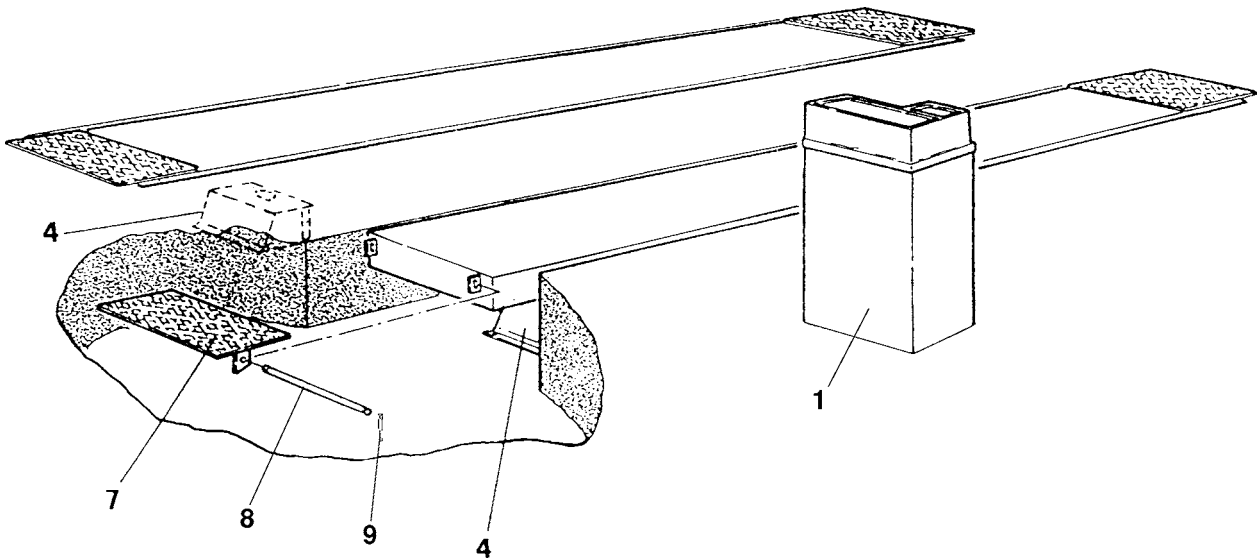

Fig.28
- Montare le semirampe bascolari (7) con i perni (8) ed i seeger (9).
- Montare gli arresti veicolo (10) con i perni (8) ed i seeger (9).
Per la versione ad incasso (fig. 28) montare n° 4 semirampe basculanti (7) con i perni (8) ed i seeger (9).
- Fit the swing half-ramps (7) with the pins (8) and the circlips (9).
- Fit the vehicle blocks (10) with the pins (8) and the circlips (9).
For the recessed model (fig. 28), no. 4 swing half-ramps (7) should be fitted with the pins (8) and the circlips (9).
- Die kippbaren Halbrampen (7) mit den Bolzen (8) und den Seeger-Ringen (9) montieren.
- Die Fahrzeugabrollsicherungen (10) mit den Bolzen (8) und den Seegerringen (9) montieren.
Bei der Unterflurversion (Abb. 28) müssen 4 kippbare Halbrampen (7) montiert werden mit den Bolzen (8) und den Seeger-Ringen (9)
- Monter les demi-rampes à bascule (7) avec les pivots (8) et les circlips (9).
- Monter les arrêtes vehicule (10) avec les pivots (8) et les circlips (9).
Pour la version encastrée (fig. 28), il faut monter 4 demi-rampes à bascule (7) avec les pivots (8) et les circlips (9).
- Montar las semiramplas basculantes (7) con los pernos (8) y el seeger (9).
- Montar los bloqueos del vehículo (10) con los pernos (8) y el seeger (9).